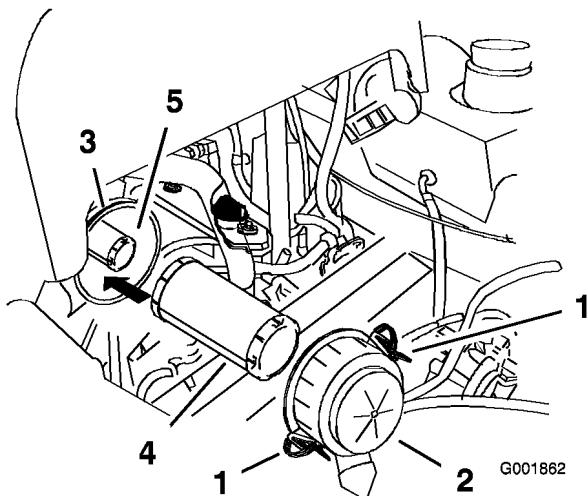

Figure 35
4. Ouvrez les dispositifs de verrouillage du filtre à air et enlevez le couvercle du corps du filtre (Figure 35).
6. Sortez l'élément principal du corps du filtre avec précaution (Figure 35). Évitez de cogner l'élément à l'intérieur du corps.
1. Ne nettoyez pas l'élément en papier. Remplacez-le toutes les 200 heures de fonctionnement (Figure 35).
- Si vous remplacez l'élément de sécurité, insérez-le avec précaution dans le corps du filtre (Figure 35).
- Placez ensuite l'élément principal sur l'élément de sécurité avec le même soin (Figure 35). Assurez-vous qu'il est bien engagé en appuyant sur le rebord extérieur.
- Reposez le couvercle du filtre à air, le côté portant l'inscription "UP" en haut, et fermez les dispositifs de verrouillage (Figure 35).